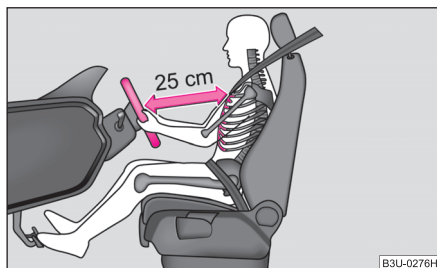

Fig. 105 Distanța corectă a conducătorului față de volan
- Reglați astfel scaunul conducătorului auto încât distanța dintre volan și torace să fie de cel puțin 25 cm ⇒ fig. 105.
- Între conducător și volan trebuie să existe o distanță de cel puțin 25 cm ⇒ fig. 105. Dacă nu se respectă această distanță, sistemul airbag nu își poate exercita eficiența maximă – Pericol!